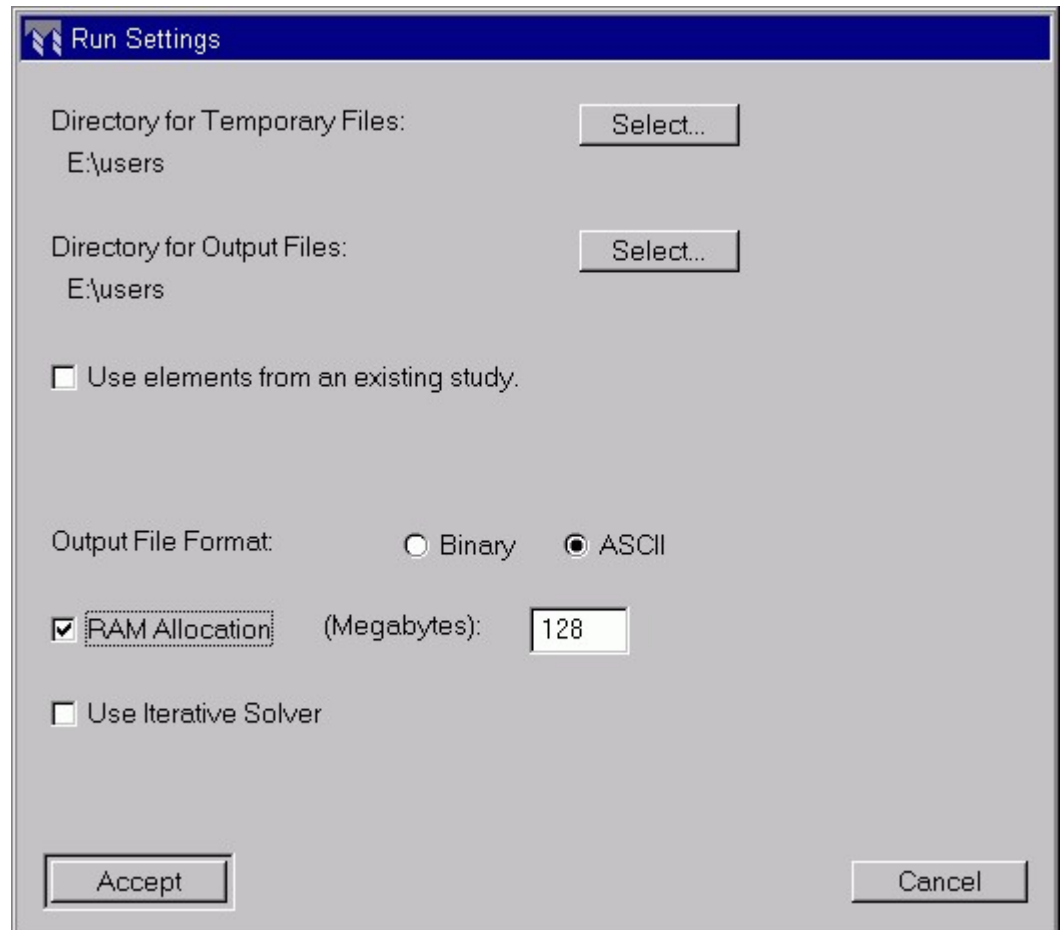

Abbildung 1
1. Wählen Sie zunächst im Dialogfenster **Einstellungen für Rechenlauf (Run Settings)** das Ausgabedatei-Format ASCII wie in Abbildung 1 gezeigt.